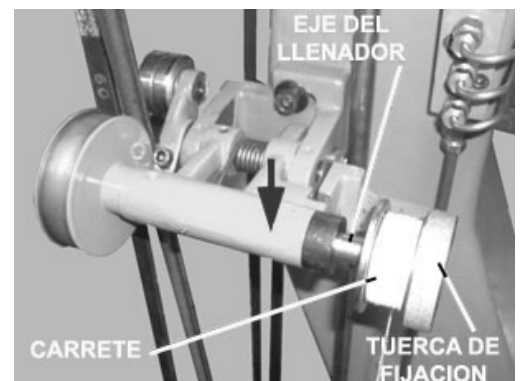

Figura 3
- ✓ Presione la pieza que llena el carrete hacia la flecha (figura 3) para accionar el bobinado;